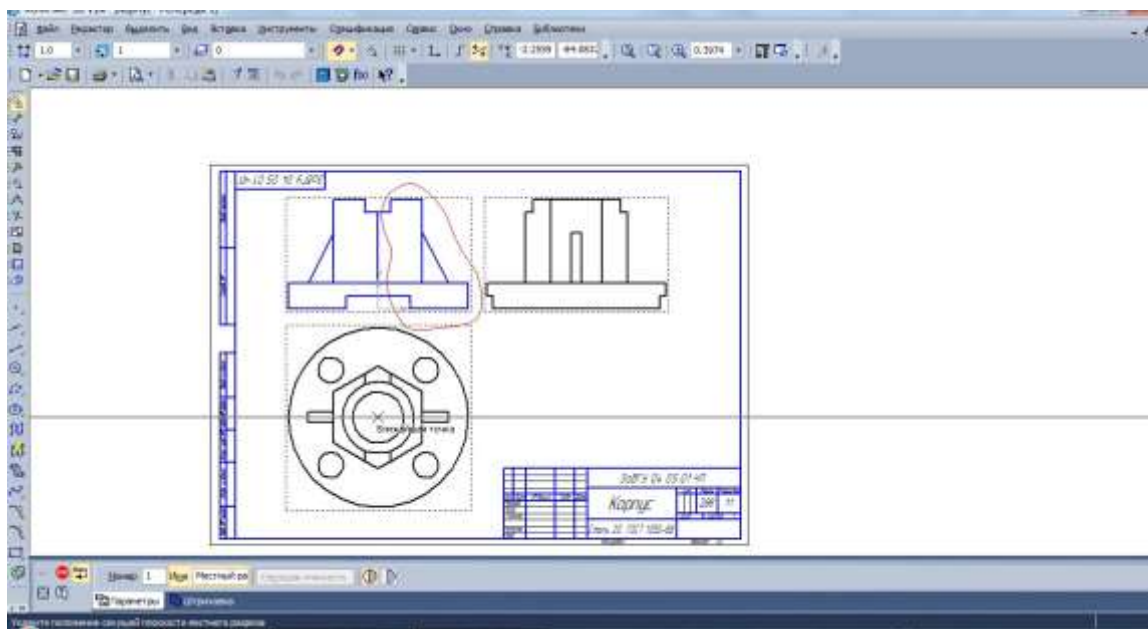

Рис. 5. Выбор кривой и секущей плоскости для построения фронтального разреза
4. На запрос *Укажите кривую для построения местного разреза* укажите на построенную кривую Безье (рис. 5).
5. На запрос *Укажите положение секущей плоскости местного разреза* укажите на горизонтальную осевую вида сверху (рис. 5).